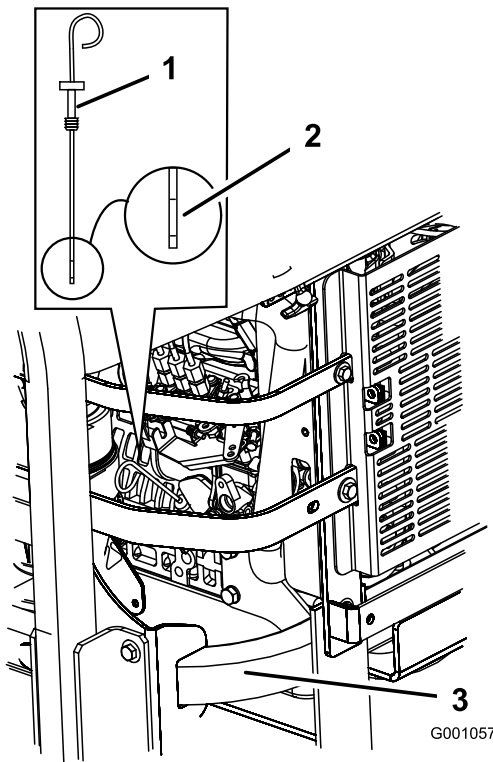

Figure 46
3. Nettoyez la surface autour de la jauge d'huile (Figure 46) pour éviter que des impuretés tombent dans l'orifice de remplissage et endommagent le moteur.
4. Sortez la jauge d'huile et essayez soigneusement l'extrémité métallique (Figure 46).
5. Enfoncez la jauge complètement dans le goulot de remplissage. Ressortez la jauge et examinez l'extrémité métallique (Figure 46). Si le niveau est bas, versez lentement une quantité d'huile suffisante dans le trou de remplissage pour amener le niveau au repère du plein.